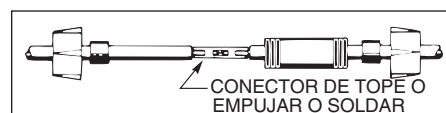

Figura 6 - Extremos del cable empalmados
6. Introduzca el extremo del cable en el conector de tope y empuje. Haga coincidir los colores de los cables entre la fuente de energía y el motor (ver Figura 6). Compruebe